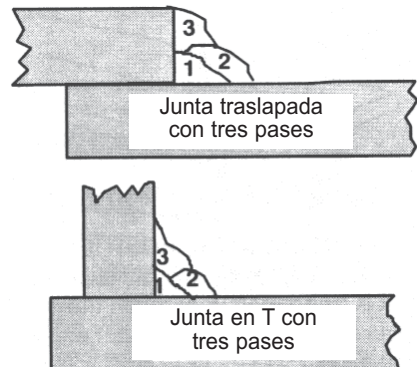

Figura 19. Junta a tope traslapada y en T con tres pasadas
**Juntas con filete de soldadura:** La mayoría de las soldaduras de filete en metales de espesor moderado a grueso requieren múltiples pasadas para lograr una unión fuerte. La Figura 19 muestra la secuencia de las pasadas en una junta en T y una junta traslapada con filete.